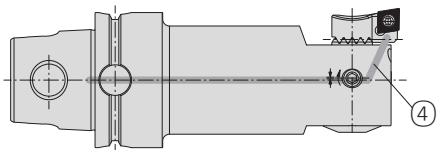

Fig. 2
- Refrigeración interna ④ al filo de corte (Fig. 2). Presión máx. permitida de 40 bar.